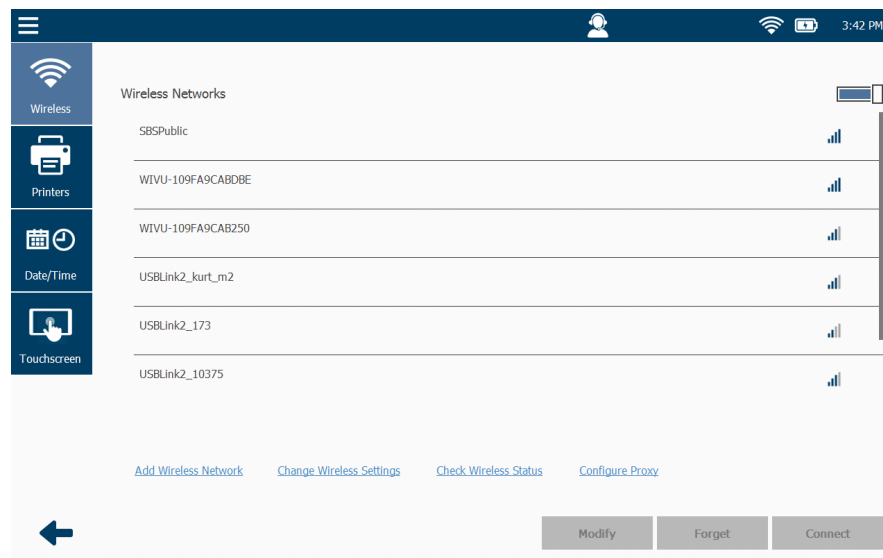

Figure 6.3 Wireless Networks (réseaux sans fil)
Si le réseau auquel vous souhaitez vous connecter n'est pas dans la liste affichée sur l'écran Wireless Networks (voir Figure 6.3), vous pouvez l'ajouter.
- 1 Touchez **Add Wireless Network** (ajouter un réseau sans fil) en bas de l'écran Wireless Networks (voir Figure 6.3).
L'écran **Wireless Networks** est affiché (Figure 6.3).
- 1 Sélectionnez **Change Wireless Settings** (modifier les paramètres du réseau sans fil) à partir de l'écran Wireless Networks (réseaux sans fil) (Figure 6.3).